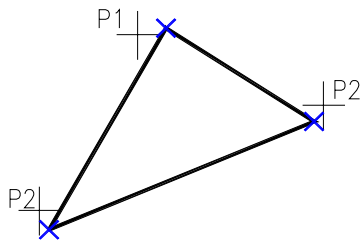

Fig. U9.16
1. Se desenează triunghiul din Fig. U9.15. Se cere aflarea ariei și perimetrului triunghiului din Fig. U9.16. Se activează modul *Osnap INT (INTersection)*.